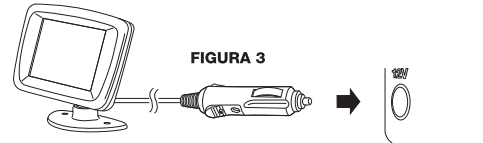

FIGURA 3
- Cable no permanente:** Conecte el cable en el enchufe de +12V del vehículo. Conecte el otro lado del cable en la entrada del monitor de 2.5". Vea la figura 3.